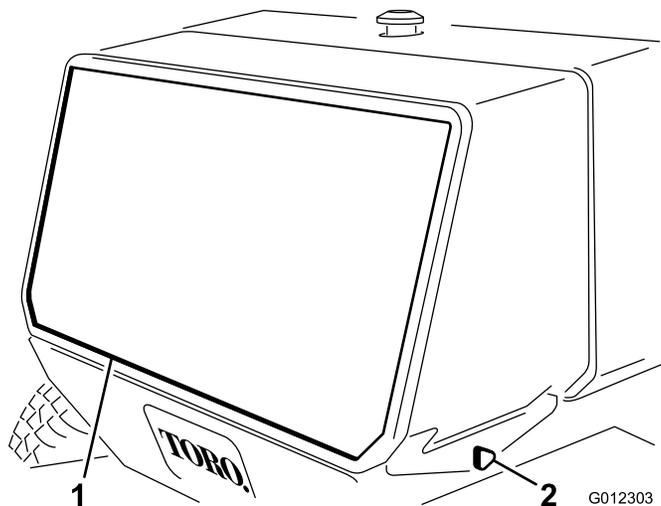

Figura 38
4. Retire los pomos que sujetan la rejilla trasera al bastidor, y retire la rejilla (Figura 38).